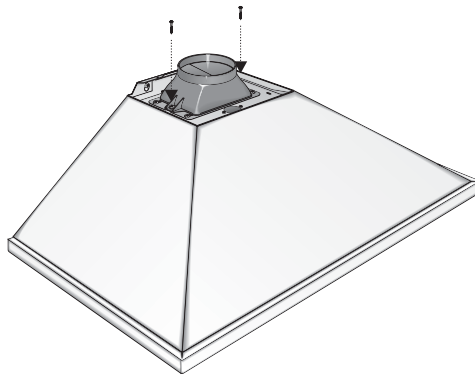

Fig. 4
- Montare il raccordo di riduzione utilizzando le due viti in dotazione M3,9 x 9,5 (Fig.4).
- Assemble the reduction fitting by means of the two M3.9 x 9.5 screws included in the supply (Fig. 4).
- monter le raccord de réduction en utilisant les deux vis en dotation M3,9 x 9,5 (Fig.4)
- Montieren Sie den Reduzieranschluß mit Hilfe der beiden beiliegenden Schrauben M 3,9 x 9,5 (Abb. 4).
- Monter samlingsformindskeren ved brug af de to vedlagte skruer M3,9 x 9,5 (Fig. 4).
- Monteer het reductieverbingsstuk gebruik makende van de twee ter beschikking gestelde schroeven van M3.9x9.5 (Fig. 4)